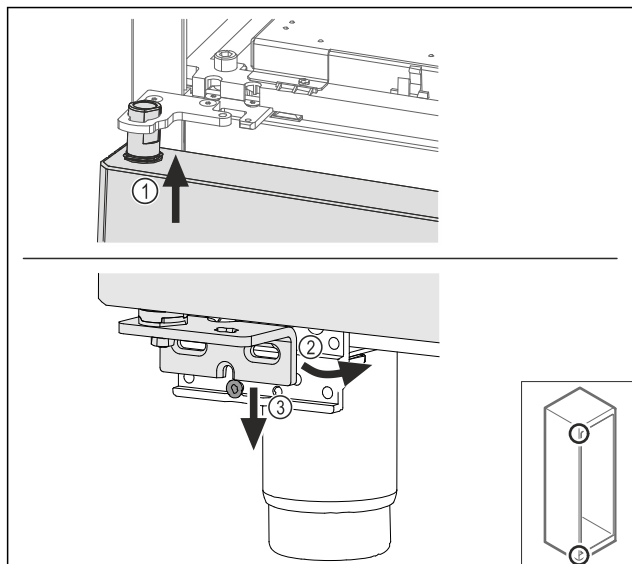

Fig. 64
- 使门稍微倾斜，并从顶部穿入 Fig. 64 (1)，摆正门 Fig. 64 (2) 并将底部安放在托架螺栓 Fig. 64 (3) 上。